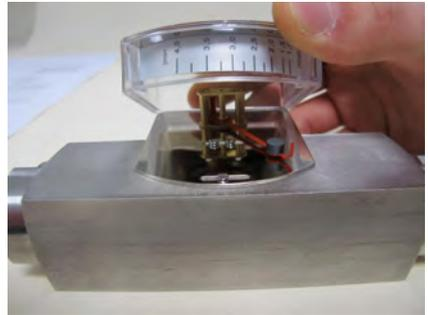

Abb. 39: Anzeige-Deckelplatte mit Gehäuse abheben
2. ► Anzeige-Deckelplatte gemeinsam mit Kunststoffgehäuse vorsichtig nach oben von der Anzeige-Bodenplatte abziehen (Abb. 39) und entnehmen. Darauf achten, dass das Zeigerwerk nicht beschädigt wird